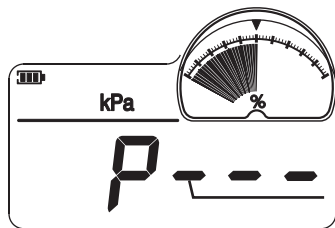

图8-1：输入密码界面
- ① 长按  键，屏幕显示输入密码界面，如图8-1：
- ② 输入密码211后，进入[校准/设置]菜单。